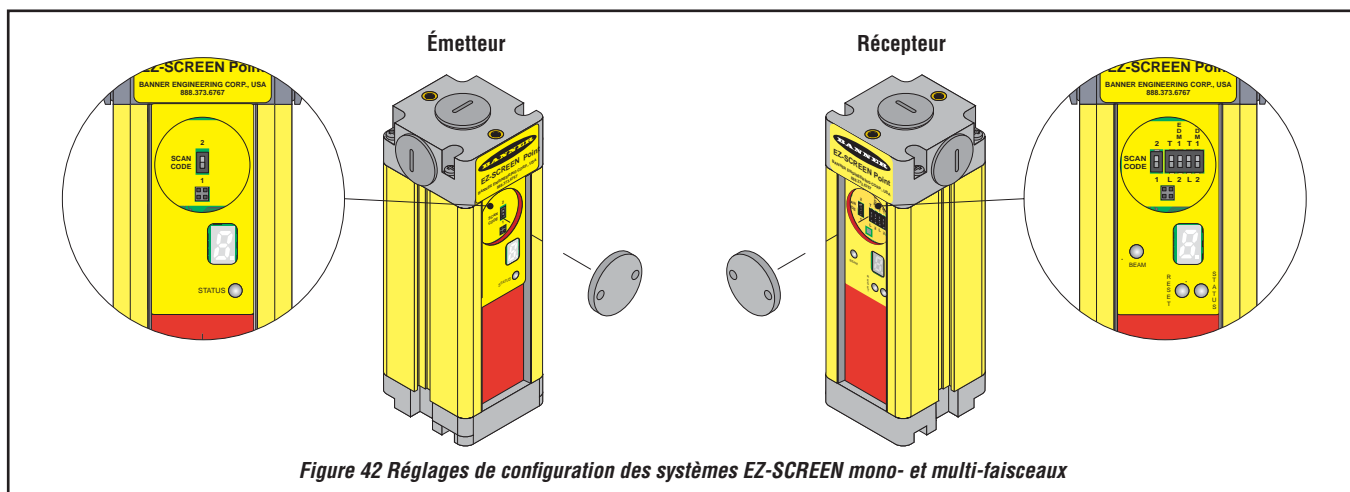

Figure 42 Réglages de configuration des systèmes EZ-SCREEN mono- et multi-faisceaux
- 5) Mettre les contacteurs DIP sur **2**, (voir Figure 42 en page 45) et brancher un shunt (fourni) entre EDM 1 (borne 6) et EDM 2 (borne 7).
Les réglages de configuration du système peuvent être effectués sur chaque émetteur/récepteur en retirant l'embout d'extrémité (démontable avec la clé à molette fournie) (voir Figure 42 en page 45). Quand les réglages de configuration
Le mode de réarmement automatique ou manuel est sélectionné avec deux commutateurs DIP du récepteur (voir Figure 42 en page 45). Les deux commutateurs DIP doivent être réglés à l'identique.
Le mode *EDM* est sélectionné par deux interrupteurs DIP du récepteur (voir Figure 42 en page 45).